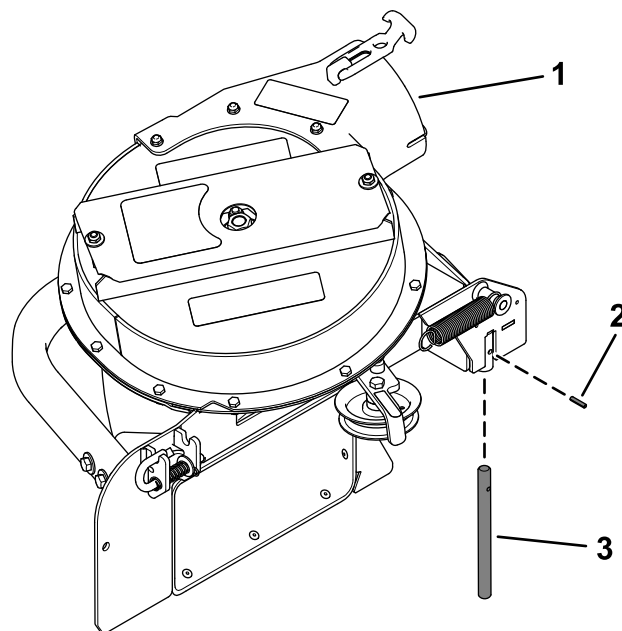
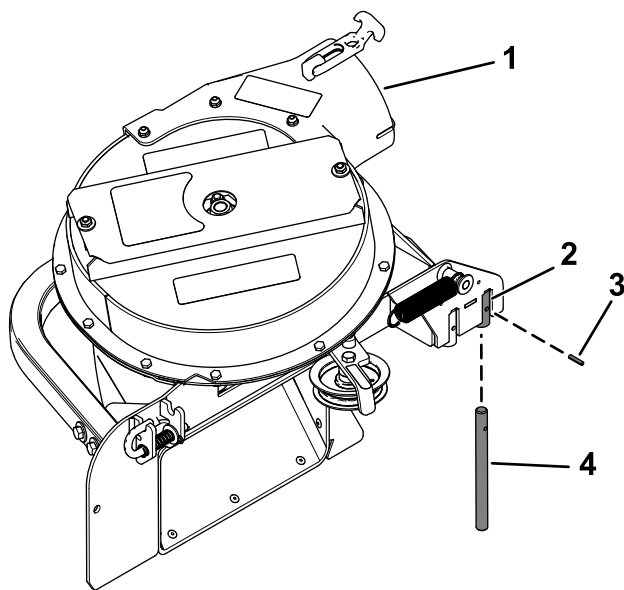

Figura 25
Figura 26
Verifique se o pino articulado está preso no conjunto do soprador no local correto (Figura 25 ou Figura 26).
- Se tiver um cortador de **122 ou 132 cm**, existe apenas um único furo para instalar o pino articulado (Figura 25).
- Se tiver uma plataforma de cortador de **152 cm**, instale o pino da articulação no furo traseiro (Figura 26).